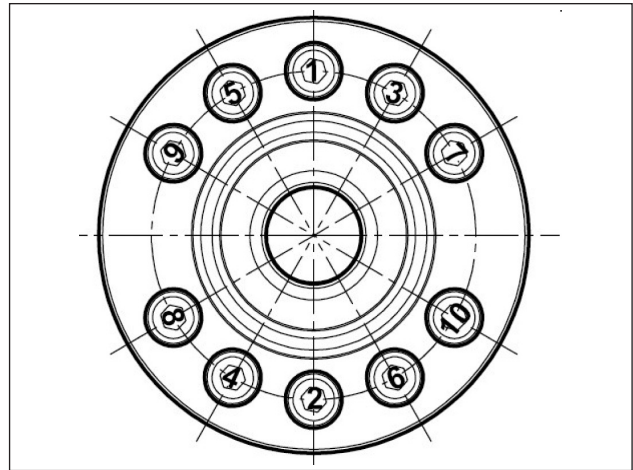

Abb. 53
- **** Die Befestigungsschrauben der Halter Schema Abb. 53 müssen in zwei Phasen festgezogen werden: